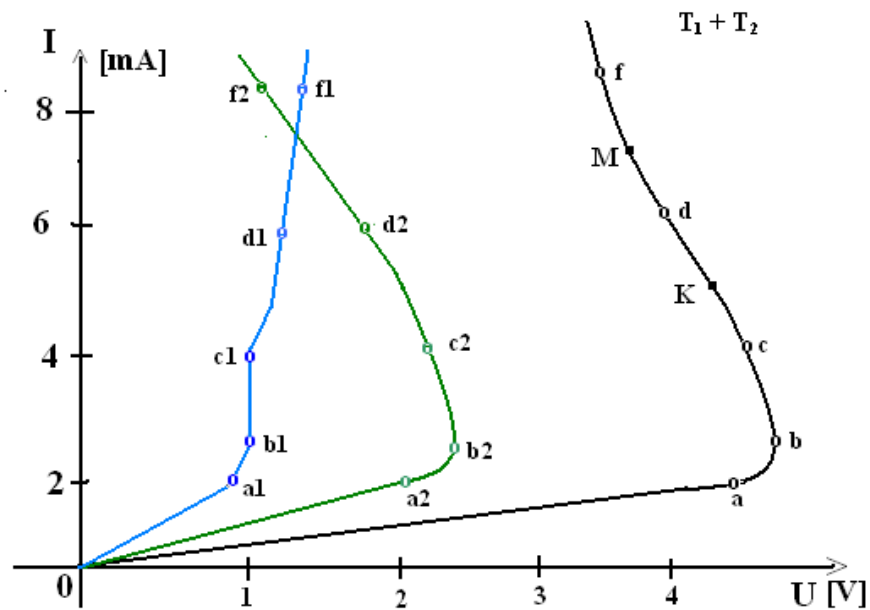
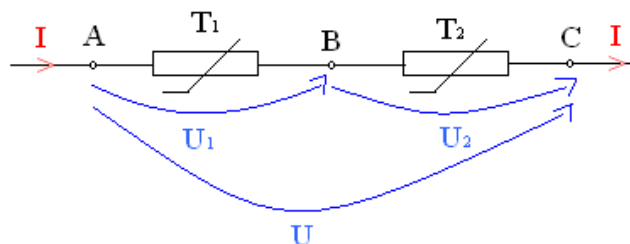

Fig. 5-1 Caracteristica tensiune-curent a termistoarelor
Fig. 5-2 Legarea în serie a rezistoarelor
Două termistoare (elemente semiconductoare cu coeficienți de variație a rezistivității cu temperatura de valori mari) având caracteristicile tensiune-curent T_1 și T_2 (fig. 5-1) sunt conectate în serie (fig. 5-2). Să se determine soluțiile dintre termistorul lui T_1 și curent, limitele de modificare a tensiunilor de pe fiecare termistor și la bornele AB (fig. 5-2) în cazul în care curentul prin circuit variază între 1 și 8 mA.
Din caracteristica tensiune-curent, de exemplu, a termistorului T_1 (fig. 5-1) , se observă că punctul O_{a1} caracteristica prezintă o porțiune liniară. În cazul în care curentul se modifică între 0 și 1 mA (punctul a_1 de pe caracteristică) rezistența termistorului este constantă și egală cu :
În același timp, în urma creșterii ulterioare a curentului, caracteristica tensiune-curent se îndepărtează mult de la dreapta inițială (porțiunea $a_1 f_1$ din fig 5-1 ,când curentul este mai mare decât 1 mA) și devine aproape paralelă cu axa
Cu ajutorul caracteristicii tensiune-curent T_1 (fig. 5-1) se găsesc pentru anumite puncte ale sale relații între tensiune și curent care exprimă rezistența termistorului în acele puncte și se trec valorile obținute în tabelul 5-1.
Pentru ușurarea comparării graficul obținut cu caracteristica tensiune-curent T_1 (fig. 5-1) punctele corespunzătoare ale graficului și caracteristicii sunt reprezentat în același mod.
2. Determinarea limitelor de variație a tensiunii pe termistoare. Pentru termistorul T_1 se pot utiliza date din tabelul 5-1. Din acest tabel se poate redacta atunci când curentul variază între 1 și 8 mA tensiunea crește de la $U_{a1} = 1,75$ V la $U_{f1} = 2,15$ V. Pentru termistorul T_2 se obține, cu ajutorul caracteristicii sale tensiune-curent (fig. 5-1) valorile limite ale termistoarelor $U_{b2} = 2,6$ V și $U_{f2} = 1,9$ V.
3. Trasarea caracteristicii tensiune-curent pentru două termistoare cuplate în serie. Relația între tensiunea la bornele AC (fig. 5-2) și curentul I se exprimă prin caracteristica tensiune curent a porțiunii AC (fig. 5-2), adică a două elemente neliniare conectate în serie. Cum se construiește această caracteristică ?
În acest caz trebuie utilizate proprietățile caracteristicii serie: tensiunea la bornele AC (fig. 5-2) este egală cu suma tensiunilor de pe porțiunile AB și BC sau $U = U_1 + U_2$. În acest caz , după caracteristicile tensiune-curent ale termistoarelor T_1 și T_2 (fig. 5-1) se poate, de exemplu, pentru un curent de 1 mA să se determine tensiunea totală pe cele două termistoare: $U_a = U_{a1} + U_{a2}$. Punctul a (fig. 5-1) a cărui abscisă este egală cu suma absciselor punctelor a_1 și a_2 , aparțin caracteristicii tensiune-curent echivalente. Caracteristicile cu însumarea absciselor punctelor b_1 și b_2 (pentru un curent egal cu 2 mA), c_1 și c_2 (pentru un curent egal cu 4 mA), etc. , și se obțin punctele b, c, etc, ale curentului tensiune-curent echivalente.
Din caracteristica tensiune-curent echivalente (fig. 5-1) se găsește că tensiunea pe porțiunea AB (fig. 5-2), atunci când curentul variază între 1 și 8 mA, se modifică între limitele valorii maxime U_b și valorii minime U_d :
1. Este posibil de înlocuit rezistențele neliniare conectării în serie cu un rezistor echivalent? După ce s-a obținut caracteristica tensiune-curent echivalentă ($T_1 + T_2$) reprezentată în fig 5-1, se poate deci construi o diagramă care dă legătura între rezistență și curentul care parcurge porțiunea AC (fig. 5-2), la fel cum s-a făcut deja pentru termistorul T_1 . Graficul $r_{AC}(I)$ caracterizează variația rezistenței neliniare echivalente, incluzând două termistoare conectate în serie.
2. Ce curent va trece prin circuitul termistoarelor dacă porțiunea AC (fig. 5-2) este conectată la bornele unei mase de tensiune de 4 V ?
Cu ajutorul caracteristicii tensiune-curent echivalente ($T_1 + T_2$) din fig. 5-1 se poate determina nu numai tensiunea la bornele porțiunii AC curentul fiind dat, dar și curentul atunci când se dă tensiunea. Porțiunea KM a caracteristicii va fi atunci aproape paralelă cu axa curentului, cea mai mică variație a tensiunii sursei în jurul valorii de 4 V produce variații bruște ale curentului prin circuit (între limitele 5 și 7 mA).
Porțiunea AC (fig. 5-2) trebuie să fie alimentată de la o masă de rezistență internă $r_0 \gg r_{AC1}$ de exemplu, prin conectarea unei surse de alimentare obișnuite conectată în serie cu o rezistență relativ ridicată. Eventualele soluții ale curentului prin circuit (porțiunea KM) nu influențează aproape deloc tensiunea U_{AC} , ceea ce înseamnă că tensiunea pe porțiunea AC va fi foarte slabă.